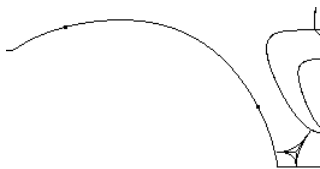
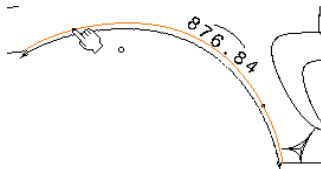

图 6-362
图 6-363
① 打开“6_25_CurvilinearDimension.CATDrawing”文件，在曲线上创建两个点。这些点将用于定义要标注尺寸的曲线部分的端点，如图 6-362 所示。
② 在 Dimensioning（标注尺寸）工具栏中，单击 Dimension（尺寸）。
③ 选择已创建点的曲线。
④ 右键单击尺寸，在弹出的快捷菜单中选择 Partial Curvilinear Length（部分曲线长度）命令。
⑤ 在曲线上，选择定义要标注尺寸的曲线部分的第一个端点，如图 6-363 所示。